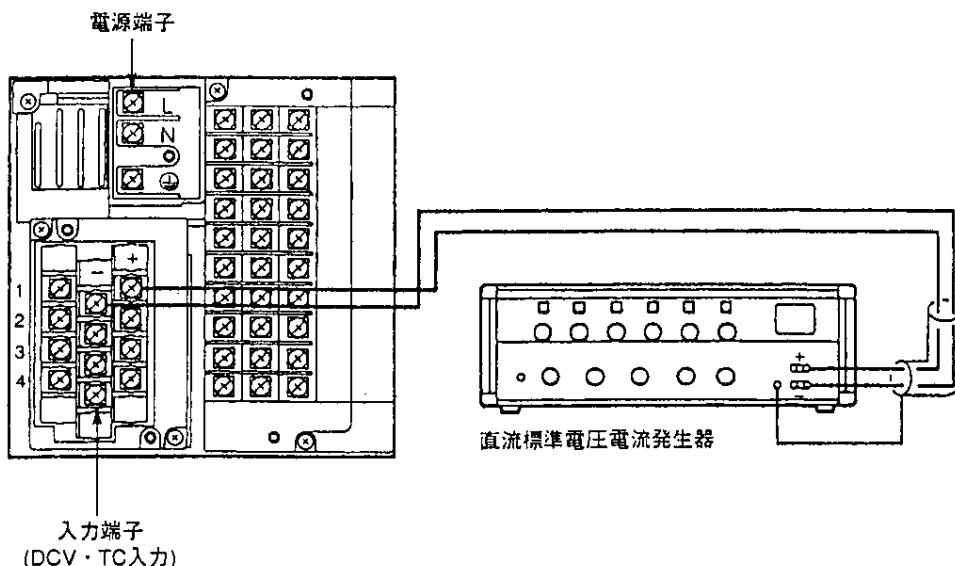

図11.4
(1) 図11.4～図11.6のように配線し、各機器を十分ウォームアップします